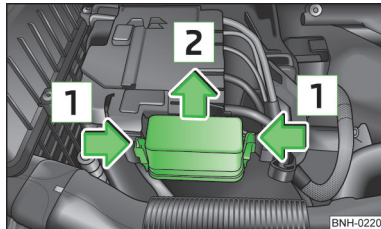
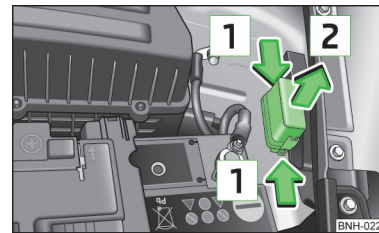

Abb. 156
Abb. 157
- » Abb. 156 bzw. » Abb. 157 zusammendrücken.